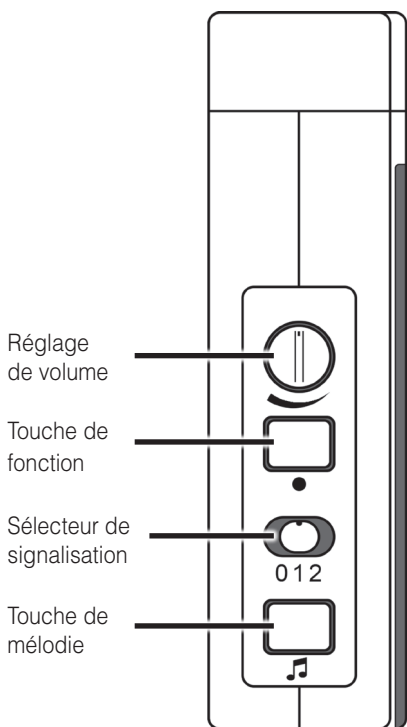

Figure 2 : Réglage et touches
À l'aide de l'interrupteur coulissant de sélection du signal (fig. 2 « 0 1 2 »), vous pouvez choisir le type de signalisation. Veuillez noter que les symboles sont toujours éclairés par des diodes électroluminescentes de couleur.
- a) Appuyez longuement sur la touche »●« (fig. 2). Les symboles s'allument les uns après les autres. Relâchez la touche dès que le symbole souhaité s'allume.
- c) Appuyez pendant 2 secondes sur la touche de sélection de la mélodie «♪» (fig. 2). Relâchez la touche et réappuyez sur la touche de sélection de la mélodie aussi souvent jusqu'à ce que vous ayez trouvé la séquence de son que vous souhaitez (16 séquences de sons au choix).